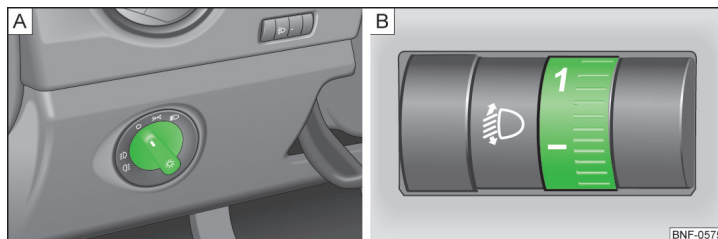

Bild 35 Ljusomkopplare/vridreglage för räckviddsreglering
På fordon med högerstyrning avviker placeringen av reglagen delvis från den placering som visas i » bild 35 på sidan 46. Symbolerna som markerar reglagens lägen är desamma.
Beroende på utrustning kan ljusomkopplaren » bild 35 -  förflyttas till följande lägen:
Genom att vrida på vridreglaget » bild 35 -  från läge  till  anpassas räckviddsregleringen gradvis och därmed förkortas ljuskäglan.
- ✓ Ljusomkopplaren står i läge 0 » bild 35 på sidan 46.